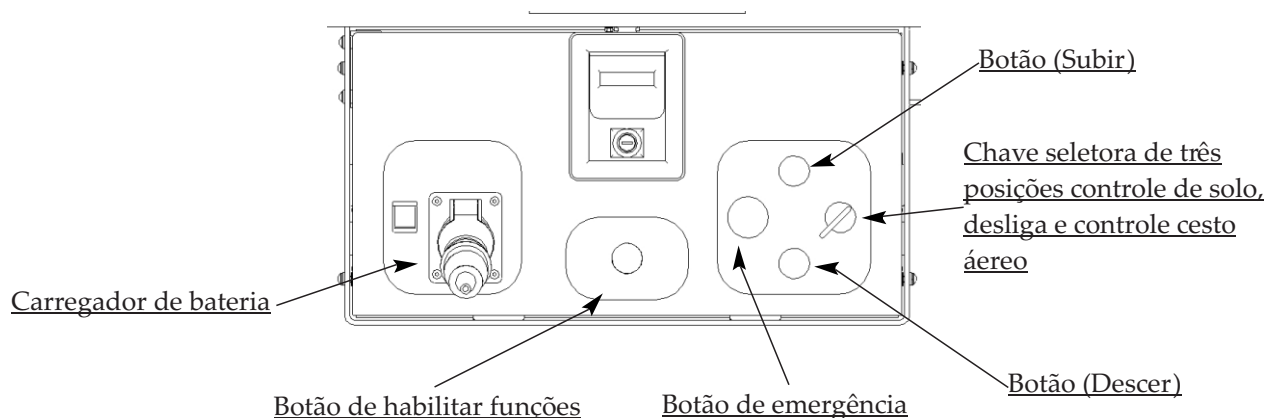

Figura 2 - Controles de solo (inferiores).
- 5 . Pressione e segure o botão habilitar funções. Teste cada função da máquina a partir do controle de solo (veja a Figura 2 - página 42).